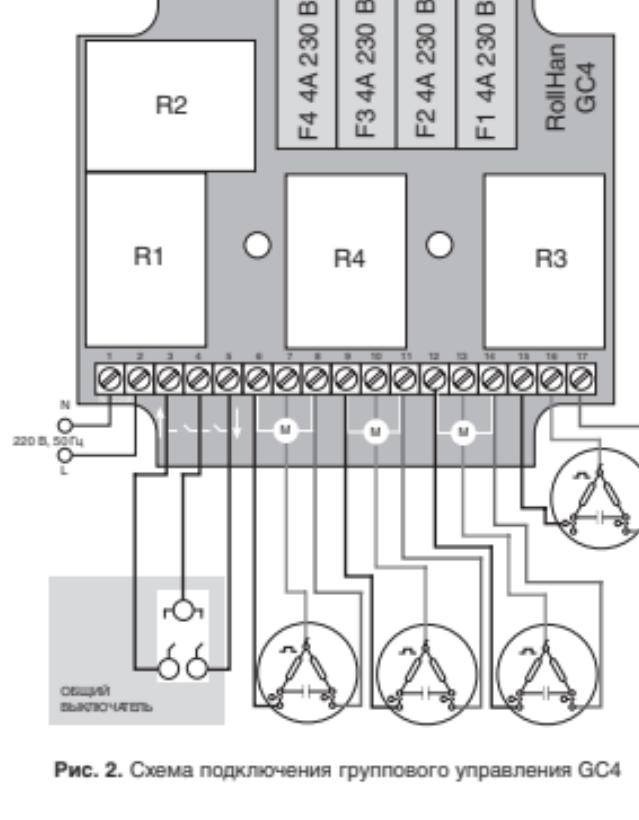

Рис. 2. Схема подключения группового управления GC4
- Выполните электрическое подключение согласно схеме (рис. 2).
Назначение контактов (рис. 2)